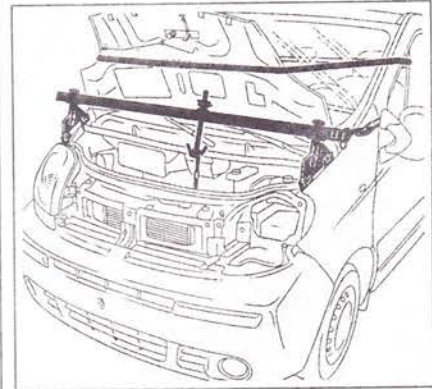

Рис. 5.26. Установите опорную перекладку для вывешивания двигателя Mot. 1453 и приспособление Mot. 1453-01.
34. Установите опорную перекладку для вывешивания двигателя Mot. 1453 и приспособление Mot. 1453-01 (рис. 5.26).